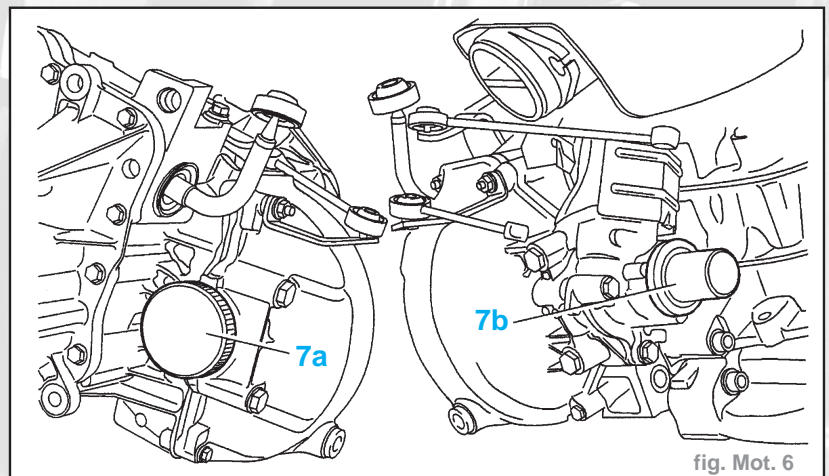

fig. Mot. 6
- Remplacer les joints à lèvres de sortie de pont à l'aide des tampons (7a et 7b) après avoir garni de graisse l'intervalle entre les lèvres (fig. Mot. 6).
- l'axe support boîte de vitesses à l'aide de l'outil (6)
- le support (14)
- le Silentbloc gauche (16)
- l'écrou (15)
- Déposer l'outil (3).